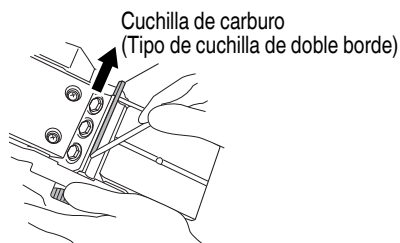

Fig. 15
- (2) Como se muestra en la Fig. 15, extraiga la cuchilla de carburo deslizándola con la llave de cubo suministrada.